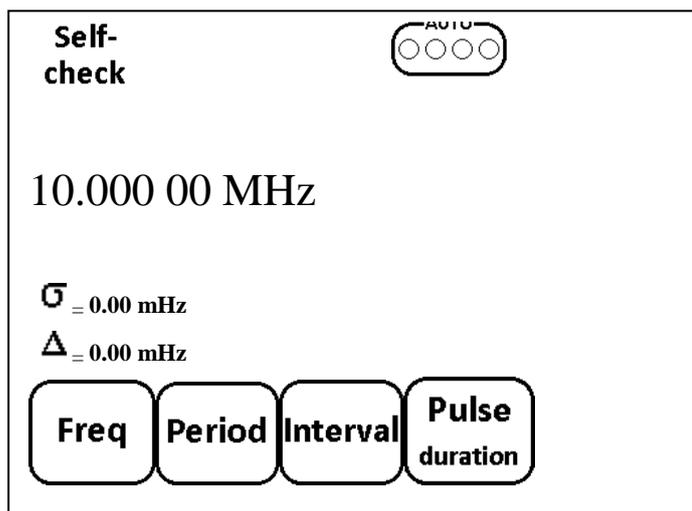

Рис. 6.19- Меню выбора режимов измерения.
- Нажать кнопку menu, поз. 14, при этом на экране ЖК появится меню выбора режимов измерения, см. Рис. 6.19